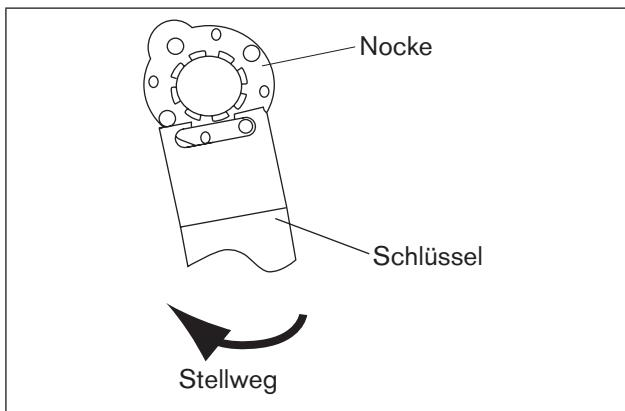
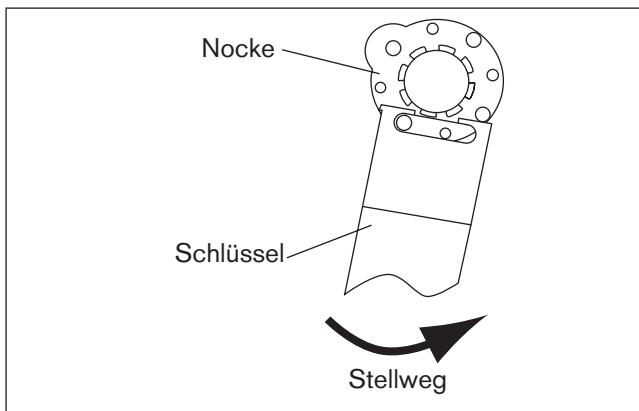

Bild 12:
Bild 13:
- Die beiden oberen Nocken mit Hilfe eines geeigneten Schlüssels einstellen (siehe „Bild 12“ und „Bild 13“).